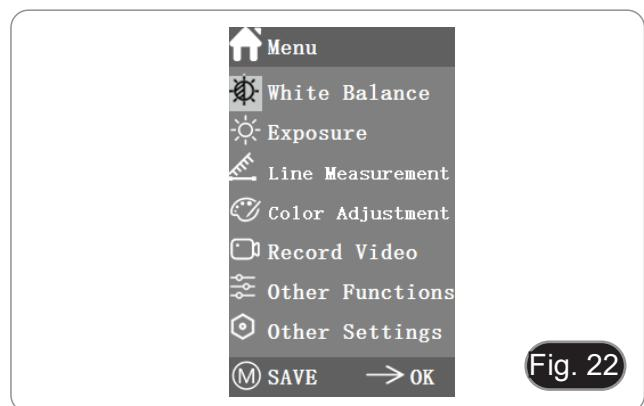

Fig. 22
- La posizione corrente del cursore (cioè la posizione dell'icôna evidenziata) è l'opzione della funzione di Bilanciamento del Bianco. (Fig. 22)